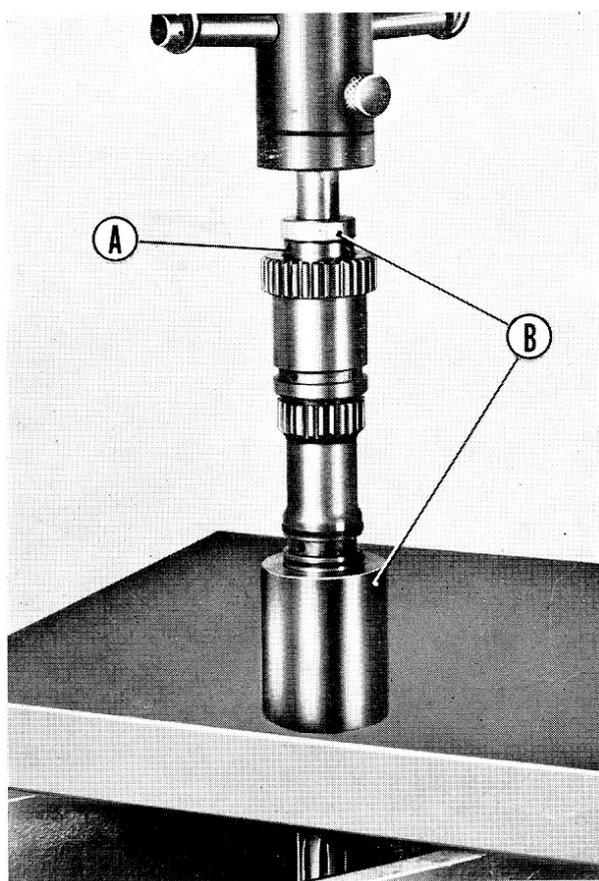

Fig. 15
- 3° Présenter sous une presse l'arbre moteur engagé dans l'orifice d'une plaque percée ou d'un tube qui maintiendra ainsi l'arbre aligné avec le piston de la presse (fig. 15).